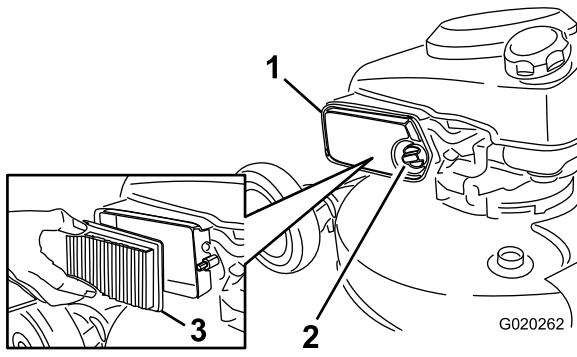

Bild 36
- Schrauben Sie das Handrad ab und öffnen die Abdeckung (Bild 36).
2. Tauschen Sie den Luftfiltereinsatz aus (Bild 36).